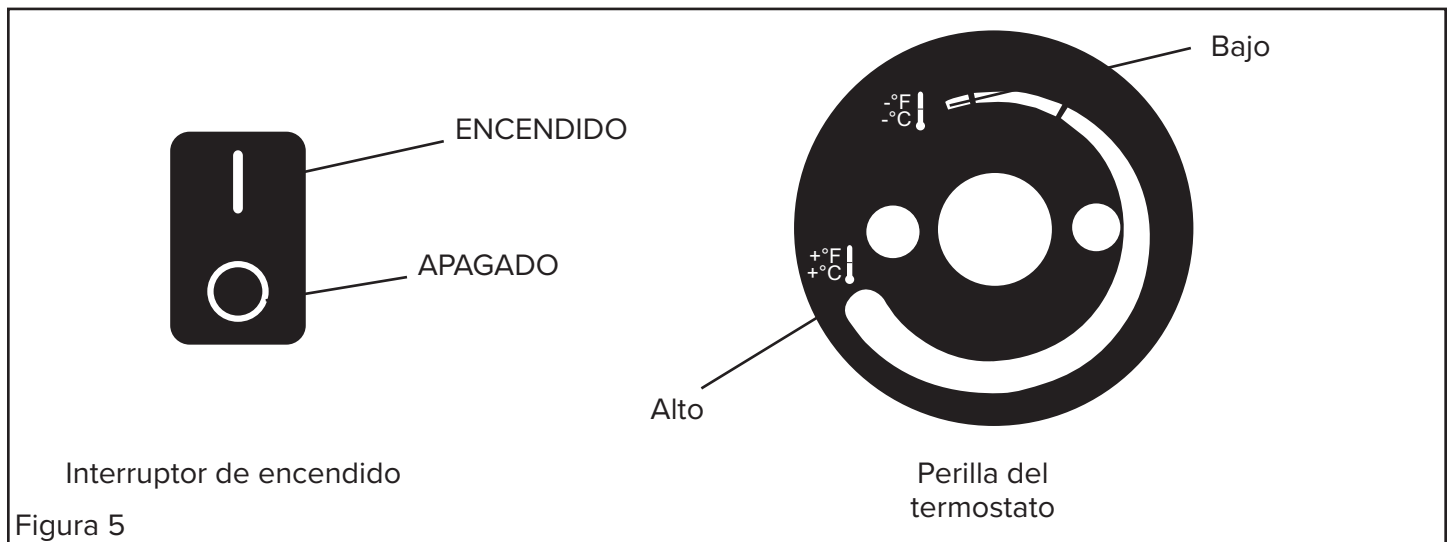

Figura 5
6. Gire el interruptor de encendido a la posición de encendido (ON). El calentador encenderá en menos de 20 segundos. (Figura 5)